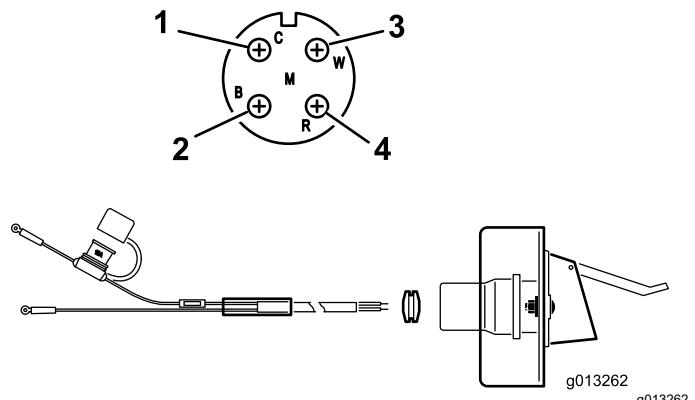

Figura 12
2. Encaminhe e prenda a cablagem elétrica da bateria ao suporte da ficha elétrica (Figura 12).
3. Encaminhe cablagem através do suporte da tomada e instale o olhal de borracha preta sobre a cablagem (Figura 12).